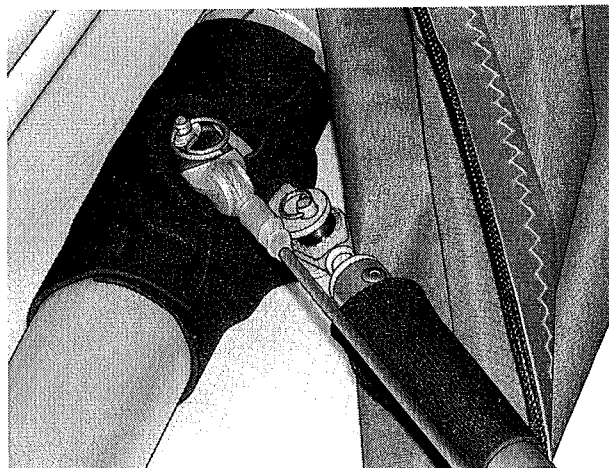

Abb.29
2. Entnehmen Sie das Swivel Stahlseil vom Bolzen am Flügelrohr und achten Sie darauf, dass der Swivel dabei nicht gedreht wird, um die Originalposition zu bewahren. (Abb.29).